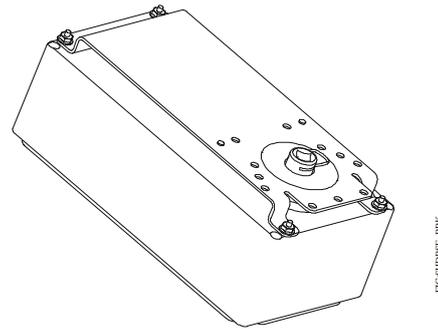

**Figure 8 : Fixation du support de montage**
- Fixez le support de montage (13) sur l'adaptateur (16) comme indiqué en Figure 8, en vous aidant des repères d'alignement (Figure 9) et en serrant les 3 vis auto-taraudeuses 12-24 x 1/2 (19) avec un couple de 2,8 à 3,2 Nm.